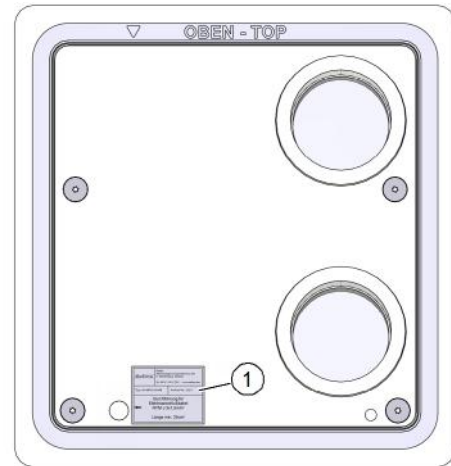

Abb. 4: Typenschild neben Bohrung für Netzkabel
- neben der Bohrung für das Netzkabel (Pos. 1 in Abb. 4)